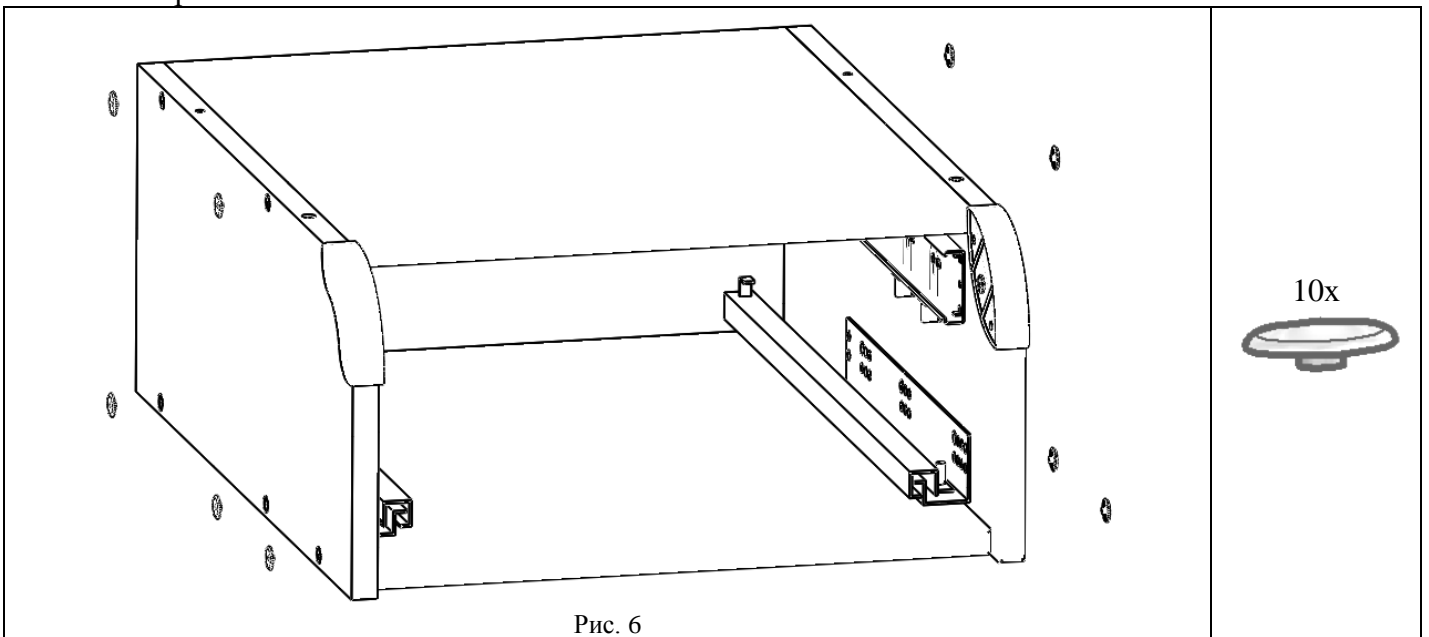

Рис. 6
4.1.7. К сборке по п. 4.1.6. установить СУТ.11.006. Заглушки конфирмат (поз.3, пакет №138), см. рис. 6.